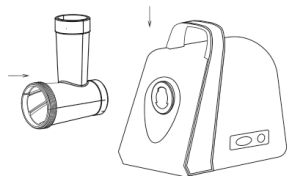
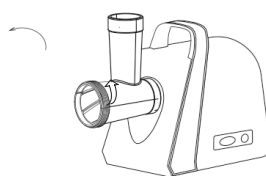

рис.1
рис.2
7.1.1 Слегка наклонив вправо, плотно вставьте горловину в гнездо для её установки (рис.1), затем поверните горловину против часовой стрелки, как указано на рис. 2, до фиксации.